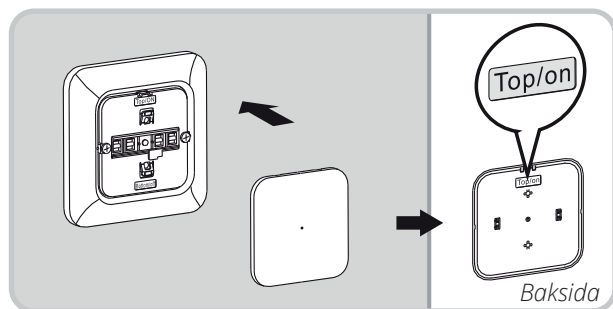

Fig. 13
- Tryck fast tryckknappen på insatsen (se Fig.13).